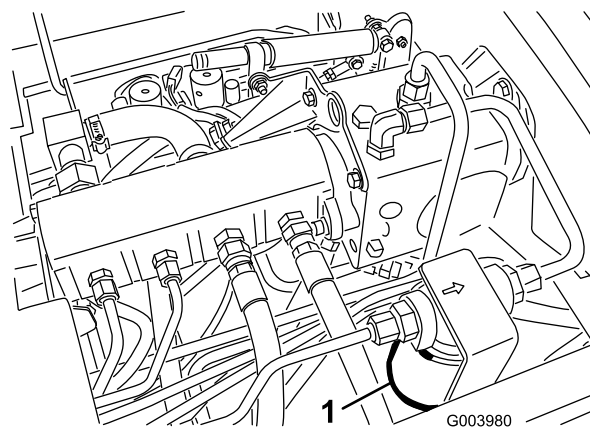
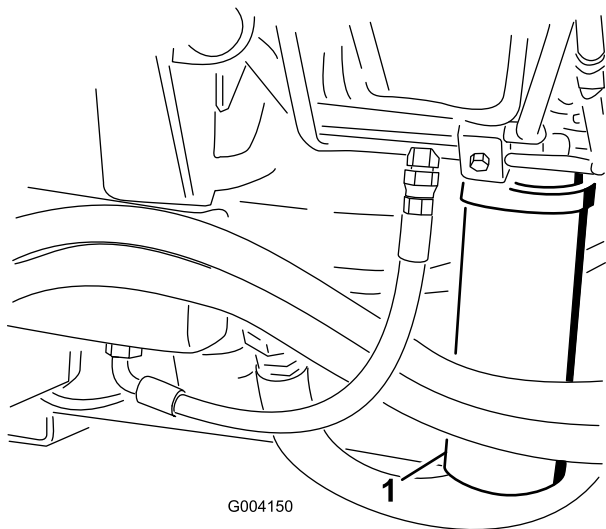

図 69
図 70
2. フィルタ取り付け部付近をきれいに拭い、下に容器を置く 図 69 と 図 70。